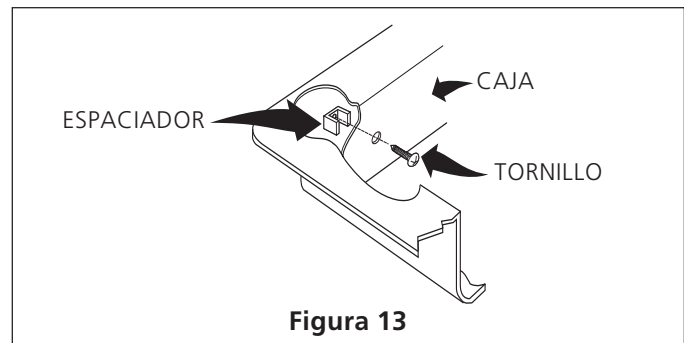

Figura 13
1. Inserte 4 tornillos y espaciadores de instalación a través de las perforaciones en las paredes verticales de la base rectangular como se muestra en la figura 13.